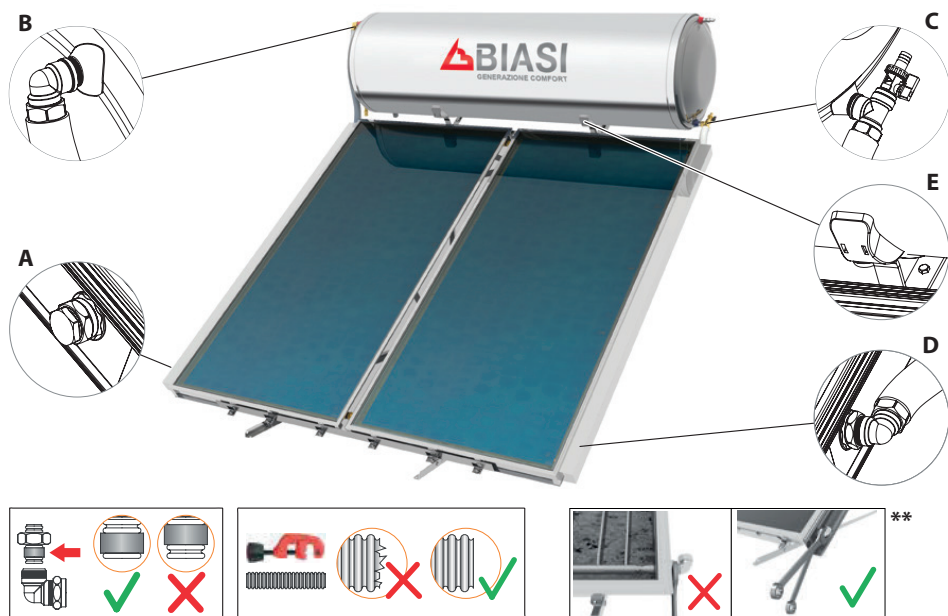

Figura 2.11
- 11 Fissare i due tappi sulla parte in alto a destra e in basso a sinistra del collettore/i\* (Figura 2.11 A). Posizionare le due guarnizioni in gomma sui supporti del serbatoio. Posizionare il serbatoio sulla base con la flangia rivolta a sinistra (guardando il o i collettori frontalmente).
- 13 Avvitare il raccordo a gomito sull'ingresso mantello del serbatoio e sul tubo in alto a sinistra del collettore solare (parte sinistra del sistema). Inserire il tubo corto con la coibentazione tra il raccordo a gomito del collettore e il raccordo a gomito avvitato sull'ingresso mantello del serbatoio (Figura 2.11 B).
- 14 Avvitare il raccordo a T con la valvola di riempimento, sul tubo ingresso mantello sul lato destro del serbatoio (Figura 2.11 C).
- 15 Fissare il tubo lungo al raccordo a T sul lato destro del serbatoio (Figura 2.11 C).
- 16 Fissare il raccordo a gomito sul tubo in basso a destra del collettore solare. Inserire l'altra estremità del tubo nel raccordo a gomito fissato sul collettore (Figura 2.11 D), dopo aver inserito sul tubo la coibentazione. Stringere tutti i raccordi del sistema (collettore/serbatoio). Procedere con la connessione idraulica, riempire il circuito chiuso e procedere col collegamento elettrico così come indicato nell'apposita sezione. Controllare per eventuali perdite.
- 18 Incastrare i coperchi della base di supporto del serbatoio (Figura 2.11 E).